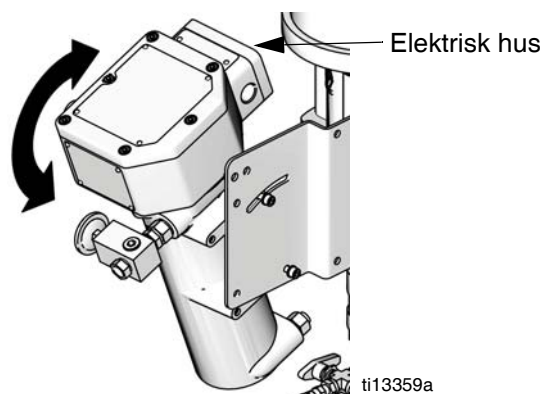

**FIG. 4. Installering av trallemontering i et ikke-eksplosjonsfarlig område**
**Installering av trallemontering på et ikke-eksplosjonsfarlig sted.** Se FIG. 4. Skift ut montert tilkobling med føring (80), sendes løs. Fest strekkavlastningsføringen (79). Følg alle veiledninger og krav i instruksjonene 309524 for Viscon HP varmeapparat for å koble til den medfølgende 120 V-strømledningen (78) eller egen strømledning for bruk med 240 V.